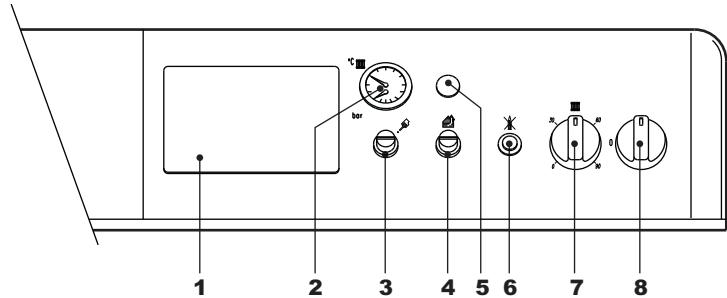

fig. 1 - Tableau des commandes
- Mettre l'interrupteur de la chaudière "8" sur la position 1 (fig. 1).
- Lorsque la chaudière est dotée d'un module électronique thermostatique, monté en position 1 de la fig. 1, l'utilisateur devra également tenir compte des instructions fournis par le constructeur du module en question.
tourner la manette fig. 1 "7" dans le sens des aiguilles d'une montre fera augmenter la température de l'eau de chauffage, la tourner dans le sens contraire la diminuera. La température peut être modulée de min. 30° à max. 90°. Il est toutefois conseillé de ne pas faire fonctionner la chaudière au-dessous de 45°.
Programmer à l'aide du thermostat d'ambiance la température souhaitée à l'intérieur des pièces. Commandée par le thermostat d'ambiance, la chaudière s'allume et l'eau est amenée à la température établie par le thermostat de réglage de la chaudière 7 de fig. 1. Le générateur s'éteint dès que la température souhaitée aura été atteinte à l'intérieur des pièces.
La pression de charge de l'installation froide, lire sur l'hydromètre de la chaudière partie 2 de fig. 1., doit être d'environ 1,0 bar Au cas où au cours du fonctionnement de l'installation la pression baisserait, (à cause de l'évaporation des gaz contenus dans l'eau)